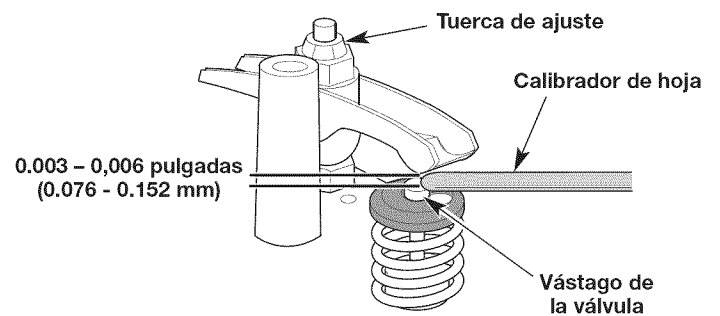

Fig. 21
8. Use un calibrador de hoja para medir la holgura entre uno de los vástagos de las válvulas y su balancín correspondiente (Fig. 21). Repite este proceso para el otro vástago de la válvula y el balancín. La holgura recomendada es de **0.003 pulgadas a 0.006 pulgadas (de 0.076 mm a 0.152 mm)**. Use un calibrador de hoja automotriz estándar de **0.005 pulgadas (0.127 mm)**. El calibrador de hoja debe deslizarse entre el balancín y el vástago de la válvula con una ligera resistencia, sin doblarse (Fig. 21).
- a. Gire la tuerca de ajuste utilizando una llave de 5/16 de pulgada (8 mm) o un impulsor de tuercas (Fig. 21).